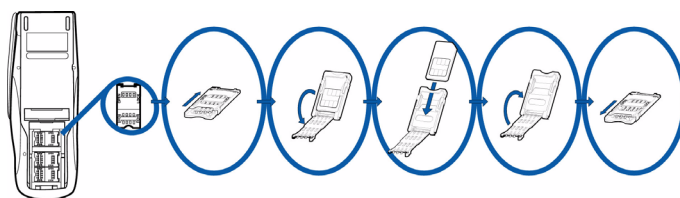

图 13 安装 MSAM 卡
可以使用三个 MSAM 卡槽。每个卡槽都有一个可以向上提起的封盖，封盖通过合叶固定在接线座上（图 13）。
- 3 打开 MSAM 卡槽（参考图 13）：